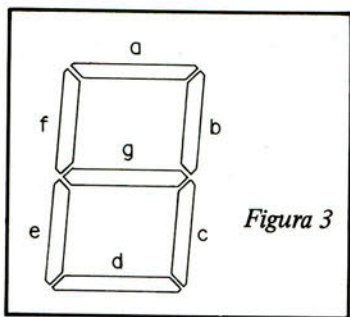

Figura 3
- Para a informação de entrada 1010, corresponde ao 10 decimal, surge no mostrador apenas o segmento "g" (vide figura 3) que é visualmente interpretado como o sinal "menos" (-).